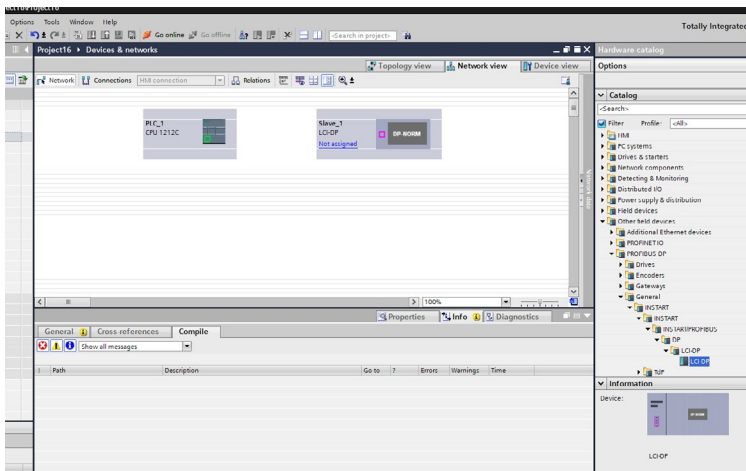

Рисунок 12 – Помещение платы расширения в поле проекта
7. В окне «Hardware catalog» выбрать папку «Other field devices» и найти файл «LCI-DP», после чего переместить его в поле проекта, ему будет присвоено название «Slave\_1» (рисунок 12).